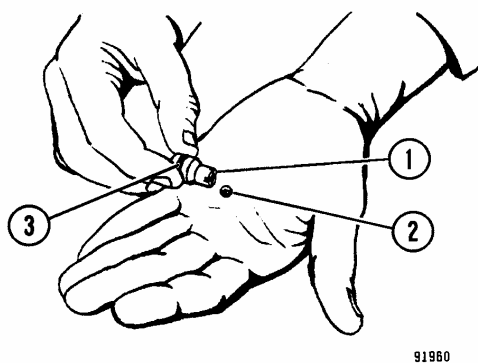

FIGURA 8-7. CABEZAL MOVIL Y BOLA
3. Saque el cabezal móvil (1, Figura 8-7) de la cubierta del carrete. Saque y deseche el anillo de goma (3).